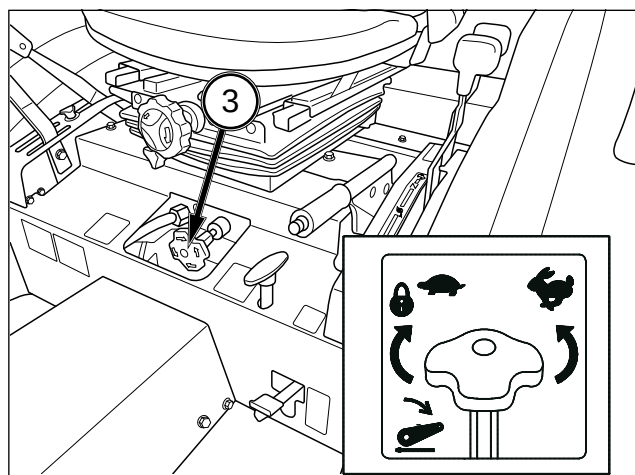

FIG. 58
FIG. 58 : La poignée (3) qui commande la vitesse d'abaissement commande le taux de décharge d'huile hydraulique et donc la vitesse d'abaissement de l'attelage et de l'équipement. Tournez la molette dans le sens horaire pour réduire la vitesse d'abaissement (le temps d'abaissement augmente) et dans le sens antihoraire pour l'augmenter (le temps d'abaissement diminue). En tournant la molette à fond dans le sens horaire, l'équipement est bloqué dans sa position actuelle.